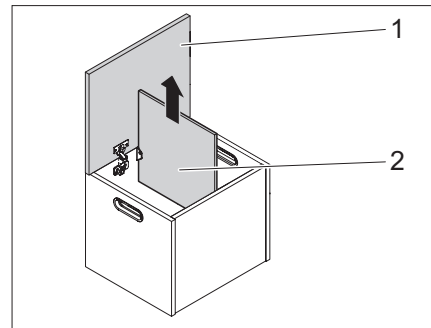

Bild 47 Ta loss locket
- Spärrarna på locket (Bild 47,1) lossas och locket tas av.
- Mellanväggen (Bild 47,2) dras ur förvaringsboxen.